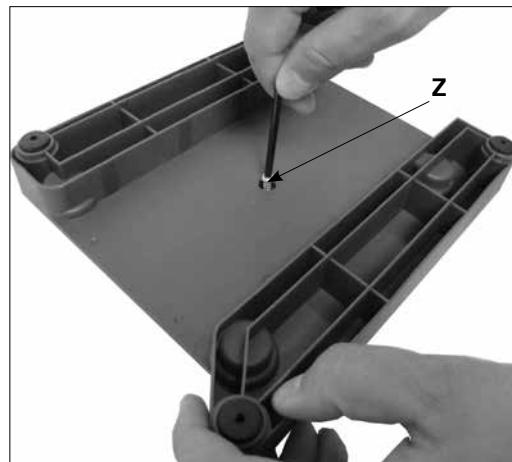

Fig. 21a
Полностью выкрутите винт (Z) из опорной плиты. (Fig.21a)